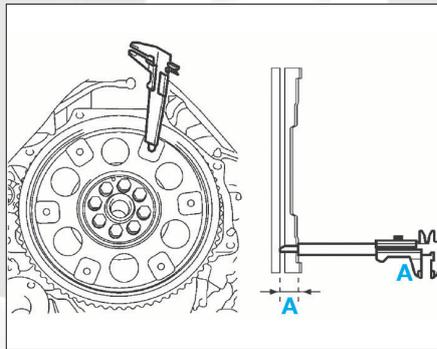

FIG. 13
- installer le convertisseur de couple sur le carter de boîte et à l'aide d'un pied à coulisse, mesurer la dimension "A" entre l'élément de fixation de boîte et l'élément de fixation du plateau d'entraînement (**fig. 13**).